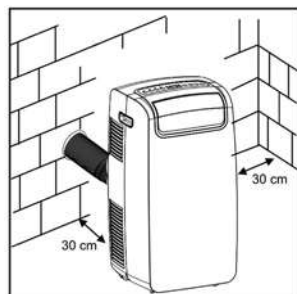

Abb. 6
Bei Bedarf kann das Gerät auch halbpermanent installiert werden (Abb. 6)Fahren Sie wie folgt fort:
- Setzen Sie das im Lieferumfang enthaltene Wandflanschzubehör (16) ein.
- Setzen Sie ein weiteres Schlauchende in die zuvor befestigte Vorrichtung ein, wie in (Abb.6) dargestellt Wenn der Schlauch nicht benutzt wird, setzen Sie die Kappe (16) auf den Abluftanschluss, um das Loch in der Wand zu bedecken.